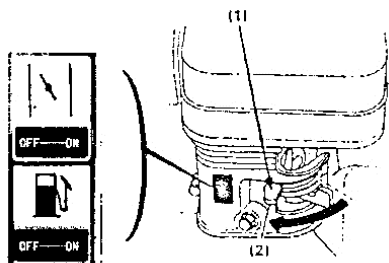

Рис. 5
2. Положение «открыто» (ON)
- Закройте воздушную заслонку (установите рычаг в положение «CLOSE») (см. рис. 5).